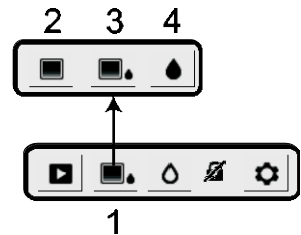

Abb. 5-2 Bildmodus
Drücken Sie die Auswahltaste zum Öffnen des Hauptmenüs und wählen Sie dann das Symbol (1) für den Bildmodus aus. Siehe Abb. 5-2. Wählen Sie den Modus „Nur IR Wärmebild“ (2), IR Wärmebild + IGM-Feuchtigkeitsmodus (3) oder „Nur Feuchtigkeitsmesswert“ (4). Jeder einzelne Modus wird nachfolgend näher erläutert.